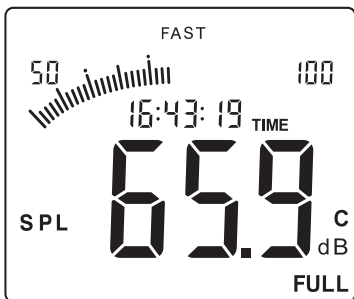

Figura 18
2. A capacidade de memória é de 4700 registros. Quando a memória estiver cheia após um longo período de gravação, o display exibirá o símbolo “**FULL**”, conforme ilustrado na Figura 18.